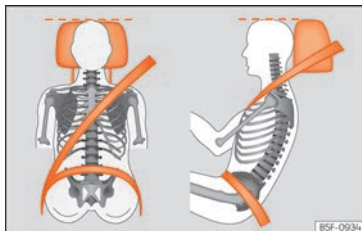

Fig. 87 Poggiatesta posizionato correttamente, vista frontale e laterale.
- Regolare il poggiatesta portandone il bordo superiore alla stessa altezza della parte superiore della testa, almeno all'altezza degli occhi » **fig. 87**.